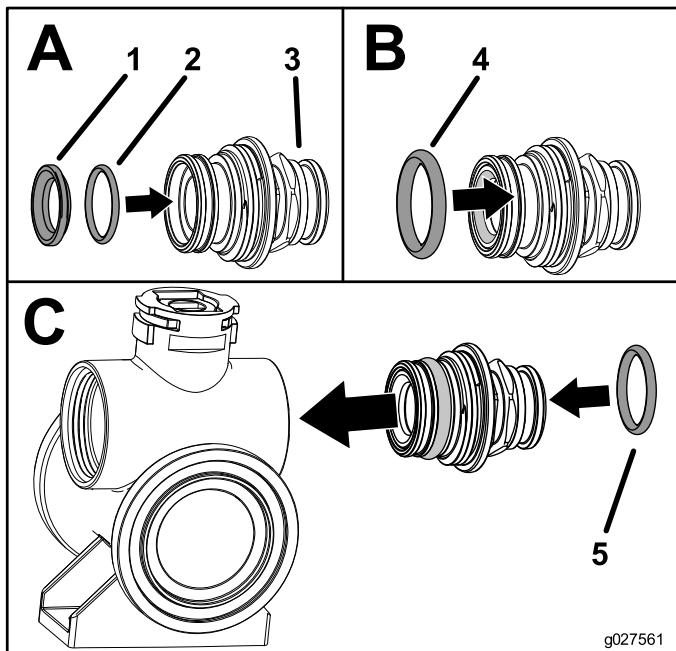

図6
- バックシートのOリングとバルブシートを、エンドキャップのフィッティングに取り付ける挿入図A; **図6**。
- エンドキャップシールのOリングをエンドキャップのフィッティングに取り付ける挿入図B; **図6**。
- 組みあがったフィッティングをバルブボディに取り付け、エンドキャップのフランジがバルブボディに接触したら、その位置からさらにバルブを1/8 1/4回転締め付ける挿入図C; **図6**。
- 出口フィッティングのOリングをホースのフィッティングに取り付ける挿入図C; **図6**。